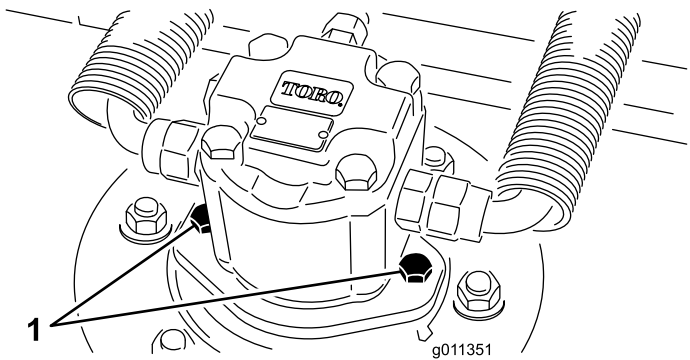

Bild 80
2. Klemmen Sie den Hydraulikmotor vom Mähwerk ab und entfernen ihn (Bild 80). Decken Sie die Spindeloberseite ab, um einer Verunreinigung vorzubeugen.
4. Montieren Sie den Hydraulikmotor am Mähwerk (Bild 80). Stellen Sie sicher, dass sich der O-Ring unbeschädigt in seiner Position befindet.